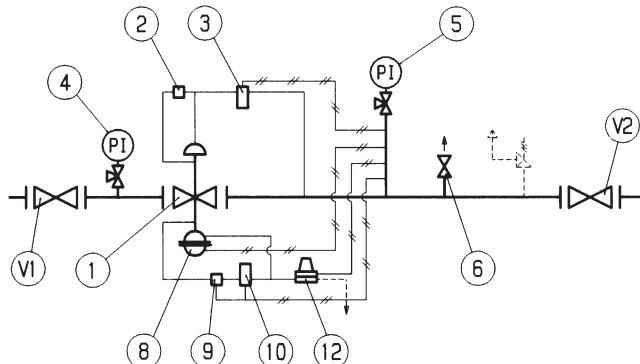

Fig. 19
5.5 MESSA IN SERVIZIO DEL REGOLATORE APERVAL CON MONITOR INCORPORATO PM/182 E VALVOLA ACCELERATRICE (FIG. 19)
5.5 COMMISSIONING THE REGULATOR APERVAL WITH INCORPORATED PM/182 MONITOR AND ACCELERATING VALVE (FIG. 19)
5.5 INBETRIEBNAHME DES REGELERS APERVAL MIT INTEGRIERTEM MONITOR PM/182 UND SCHLIESSBESCHLEUNIGER (Abb. 19)
- 1) Die Einstellung des Piloten 3 des Betriebsregelgerätes durch Drehen der Einstellschraube 10 im Uhrzeigersinn auf Maximum bringen (Abb. 19).
5.5 MISE EN SERVICE DU DETENDEUR APERVAL AVEC MONITOR INCORPORE PM/182 E VANNE D'ACCELERATION (Fig. 19)
- 1) Augmenter à fond l'étalonnage du pilote 3 en faisant tourner la vis 10 dans le sens horaire (Fig. 19).
5.5 PUESTA EN SERVICIO DEL REGULADOR APERVAL CON REGULADOR MONITOR INCORPORADO PM/182 Y VÁLVULA ACELERADORA (Fig. 19)
- 1) Aflojar completamente el muelle de tarado del piloto 3 girando la tuerca 10 (fig. 19).
5.5 ACTIVACIÓN DO REGULADOR APERVAL COM MONITOR INCORPORADO PM/182 E VÁLVULA ACELERADORA (Fig. 19)
- 1) Aumentar a taragem do piloto 3, rodando a porca 10 no sentido dos ponteiros do relógio (fig.19).